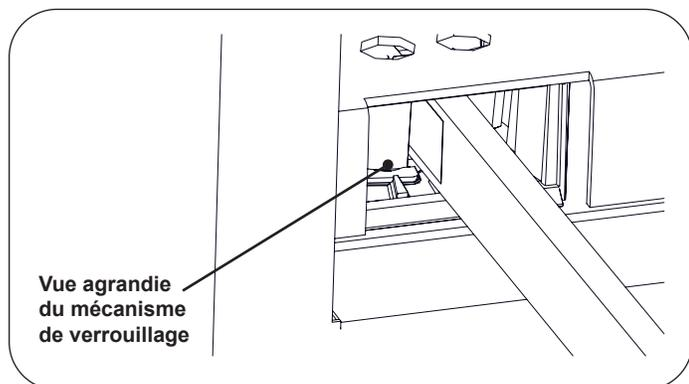
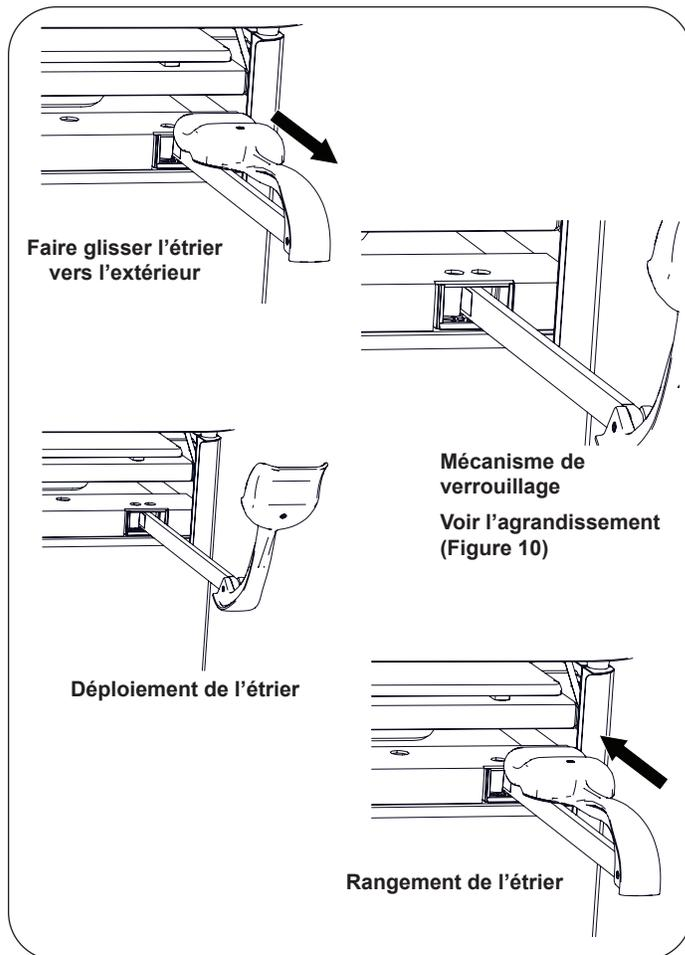

Figure 10. Mécanisme de verrouillage d'étrier
Figure 11. Étriers
1. Pour utiliser les étriers, saisir l'extrémité de l'étrier et le tirer tout droit hors de la table (Figure 10). Soulever légèrement l'étrier tout en le faisant glisser hors de la table.
2. Lorsque la position souhaitée est obtenue, abaisser l'étrier pour mettre en prise le mécanisme de verrouillage latéral (Figure 10 et Figure 11).